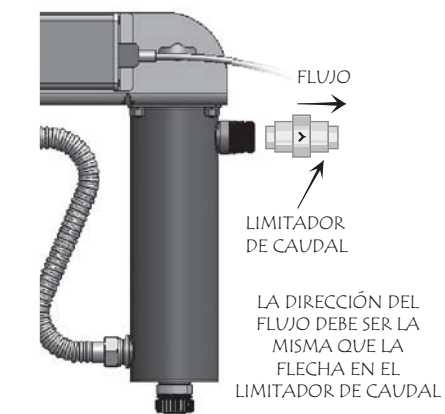

Figura 4 Limitador de caudal
3. Montar el sistema en la pared con pernos de tornillo adecuados (no incluidos) a través de los dos orificios de montaje situados en la abrazadera metálica. Es recomendable usar un dispositivo limitador de caudal al instalar el sistema para mantener es recomendable para mantener el caudal máximo indicado por el fabricante. El limitador de caudal debe instalarse en el puerto de salida y está diseñado para instalarse en una sola dirección. Asegúrese de que el flujo del agua coincide con la dirección de flujo indicada en el limitador de caudal. Consulte Figura 4.